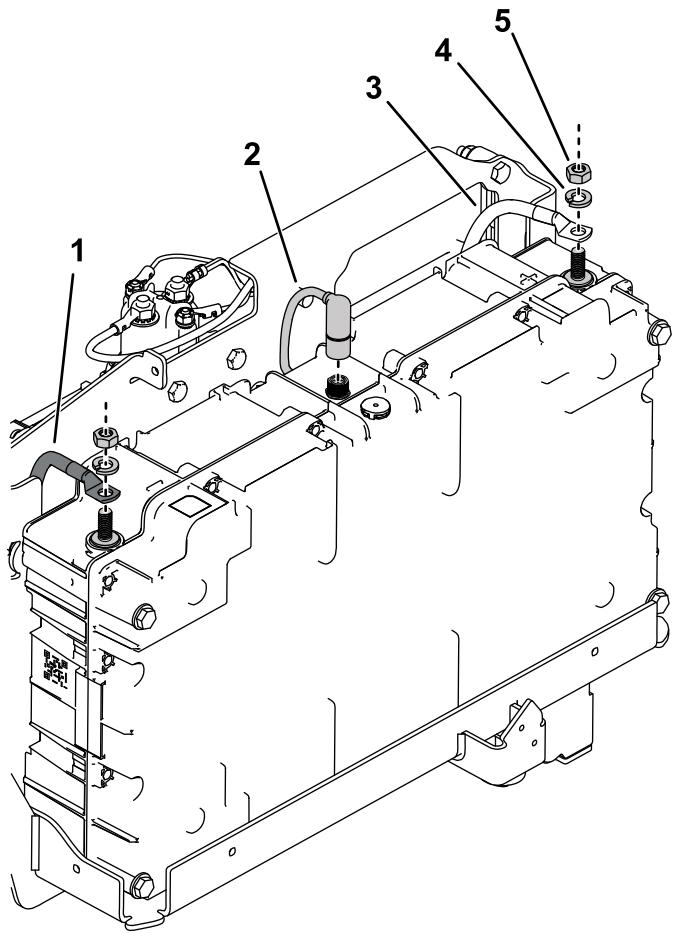

图9
图 9。
5. 如图9所示将正极红色接线连接至正极+电池端子并用锁紧垫圈和六角螺母将其固定上紧六角螺母扭矩至9Nm。
6. 如图9所示将负极黑色接线连接至负极-电池端子并用锁紧垫圈和六角螺母将其固定上紧六角螺母扭矩至9Nm。